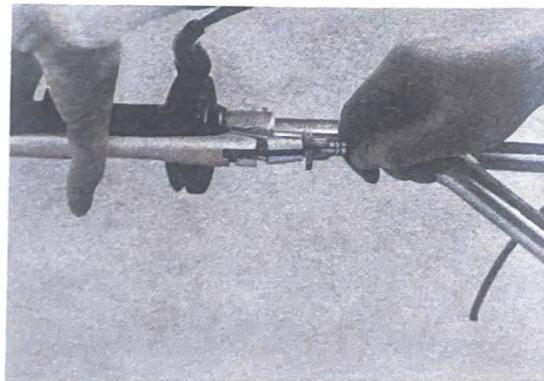

Fig. 21
- a. Fully loosen the lever lock nut, and screw in the adjusting bolt until it becomes tight so that the lever lock nut slot is aligned with the adjusting bolt slot. Next, connect the cable end to the lever, and hook up the outer cable to the lock nut. Then, fully pull in the lever, and release it abruptly. At the same time, pull the outer cable quickly. This makes easy the connection of the outer cable to the adjusting bolt. (Fig. 21)
Ensuite, relier le câble au levier, et accrocher la gaine au contre-écrou. Tirer à fond sur le levier, et le relâcher d'un seul coup. Au même instant, tirer brusquement sur la gaine. De cette façon, la mise en place de la gaine dans la vis de réglage est facile. (Fig. 21)